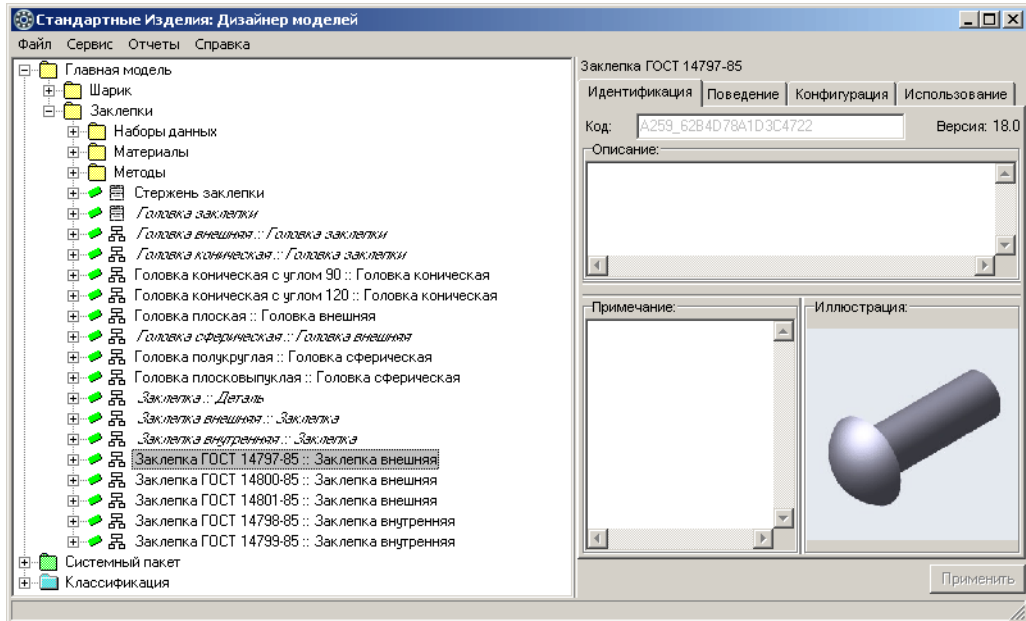

Рис. 4.162.
2. Укажите файл изображения и нажмите кнопку **Открыть**. Изображение стандартного изделия появится в области **Иллюстрация** (рис. 4.162).